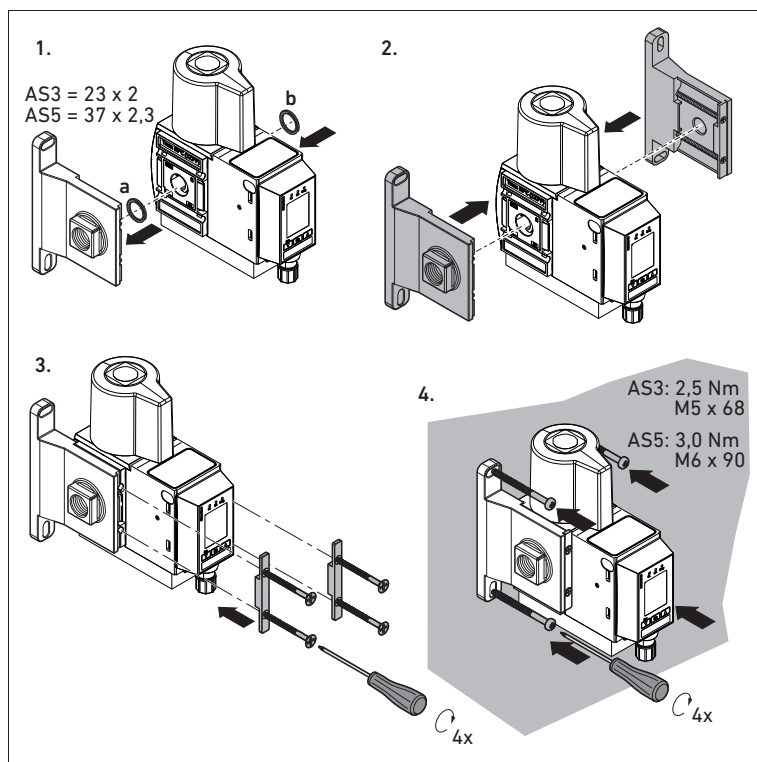

Fig. 2: Fijación de la EV1X como válvula individual
Para fijar una válvula individual, proceda como se representa en la Fig. 2:
**i** La unidad bloqueada se debe montar sobre la superficie de montaje en ambos lados con un elemento de montaje en cada uno (véase la Fig. 2.)